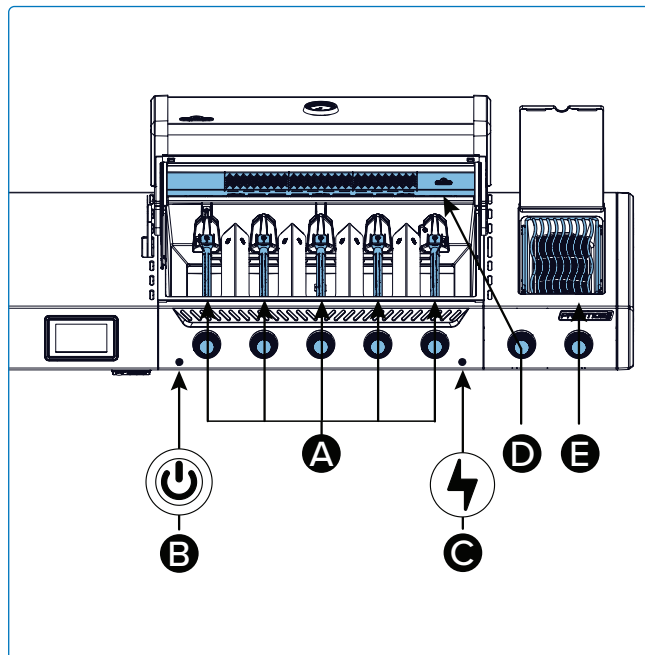

Fig. 6
- Si le brûleur ne s'allume pas – tournez le bouton de commande du brûleur dans le sens horaire jusqu'à la position ARRÊT. Attendez 5 minutes. Répétez les étapes 3 et 4 (**Fig. 6**).